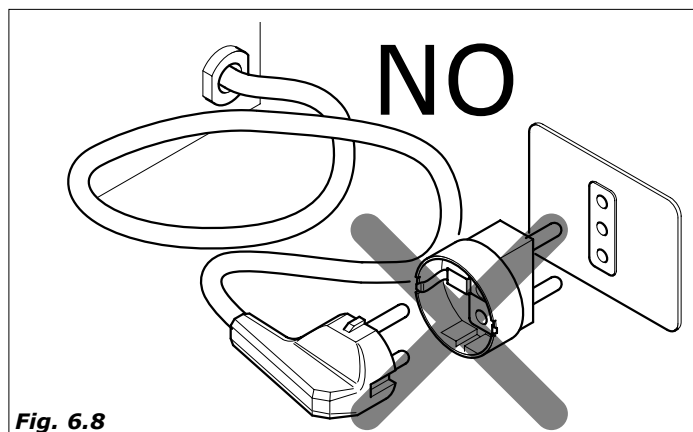

Fig. 6.8
- Los tomas que no sean compatibles con la clavija, se han de sustituir (Fig.6.8).